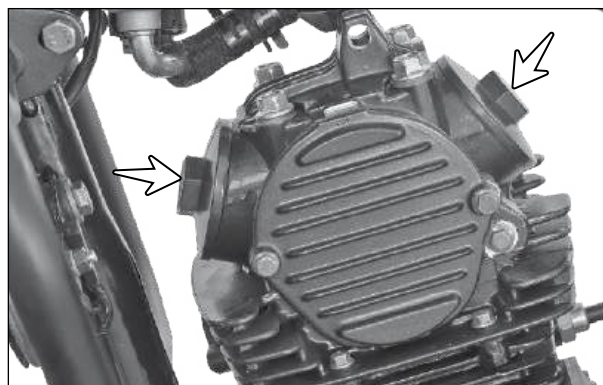

Fig. 3.37
- Remova as tampas dos orifícios de inspeção junto com os anéis de vedação. (Fig. 3.37)